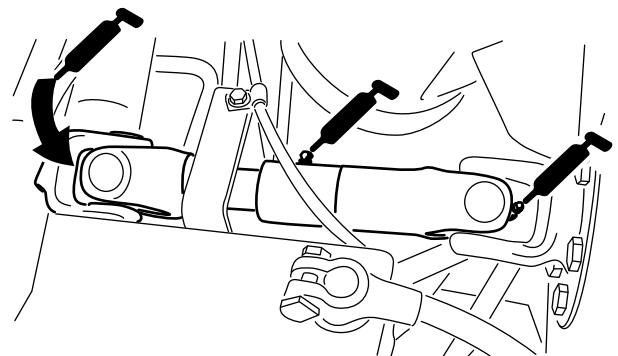

Figure 47
- Joint de cardan d'arbre d'entraînement de pompe (3) (Figure 47)